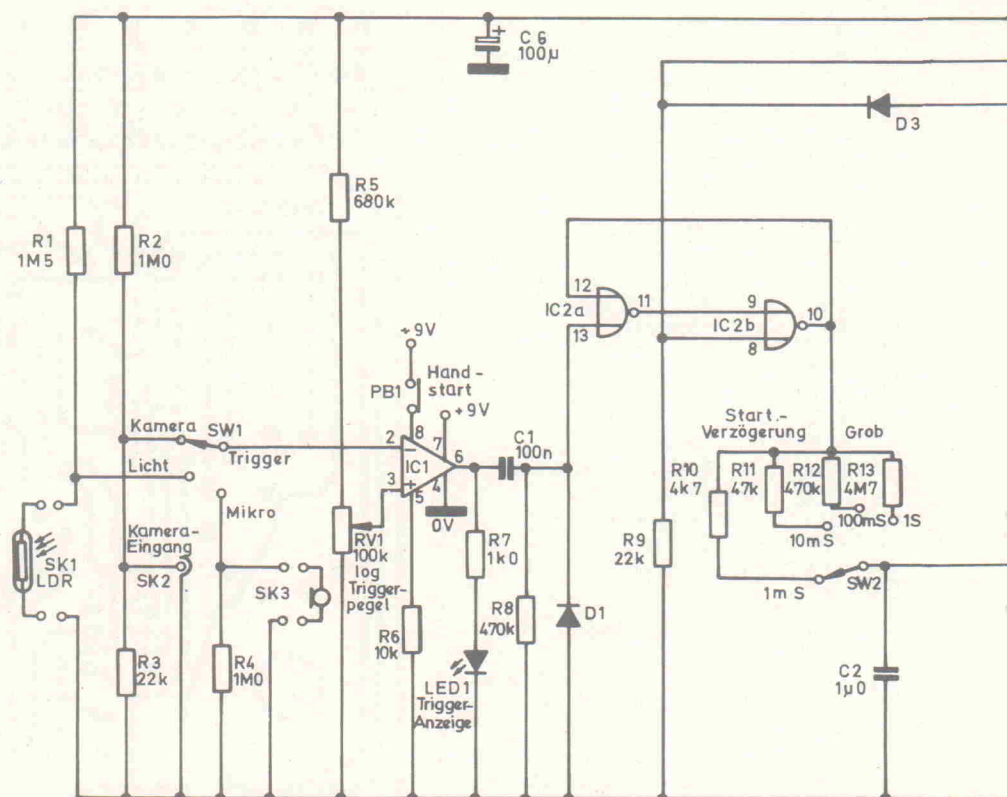

Bild 1. Stromlaufplan des Blitzsequencers.
**Bild 1.** Integrierte Schaltungen werden mit photolithographischen Verfahren hergestellt: (1) Auf einer Siliziumscheibe wird eine Oxidschicht geätzt, dann eine lichtempfindliche Schicht aufgebracht. (2) Die lichtempfindliche Schicht wird belichtet, das Bild der Schaltung weggeätzt. (3) Die unter der Abbildung liegende Oxidschicht wird ebenfalls weggeätzt. (4) Die lichtempfindliche Schicht wird entfernt. Verunreinigende Atome diffundieren in die Siliziumschicht. Die endgültige Struktur entspricht einer Anordnung vieler planarer Transistoren.
dem man die belichteten Stellen entfernt. Übrig bleibt ein Bild der Schaltung, bestehend aus der Isolierschicht von  $\text{SiO}_2$ . An den Stellen des Bildes wird nun der Isolator weggeätzt, das Bild liegt jetzt direkt auf der Siliziumoberfläche. In diese offenen Siliziumstellen läßt man 'verunreinigende' Atome diffundieren, indem man die Si-Scheibe bei hohen Temperaturen einem Gas dieser Atome aussetzt. Auf diese Weise erreichen die offenen Stellen die gewünschte Leitfähigkeit. Das Ergebnis ist eine Anordnung von planaren Transistoren oder anderen Schaltelementen. Bild 1 zeigt diese Methode. Auf ähnliche Weise werden Metallelektroden und leitende Verbindungen innerhalb der Schaltung aufgebracht.